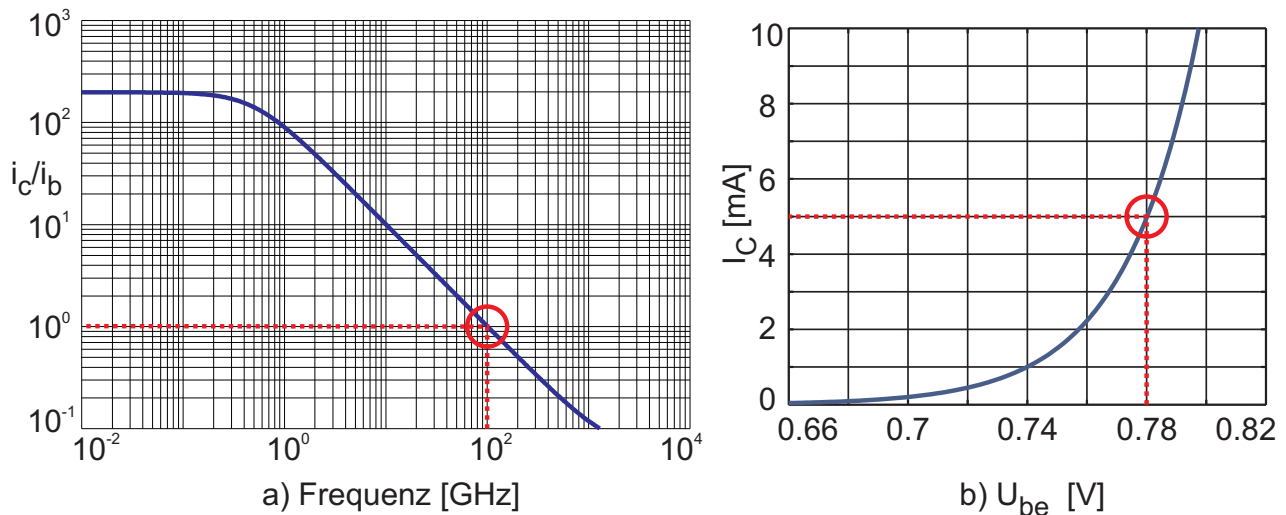

Abb. 3.1: a) Verlauf der Stromverstärkung über der Frequenz und b) Kennlinie
3.1 a) Bei der Transitfrequenz gilt: $\beta = i_c/i_B = 1$. Aus Abb. 3.1 a) folgt: $f_T = 100$ GHz.
c) Für $f < f_\beta$ folgt aus Abb. 3.1 a) z.B. bei $f = 10$ MHz: $B_N = \beta_0 = i_c/i_B = 200!$